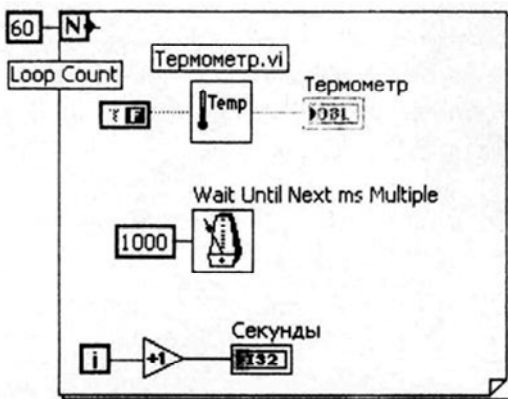

Рис. 4.2. Блок-диаграмма
2. Создайте блок-диаграмму, показанную ниже на рис. 4.2.